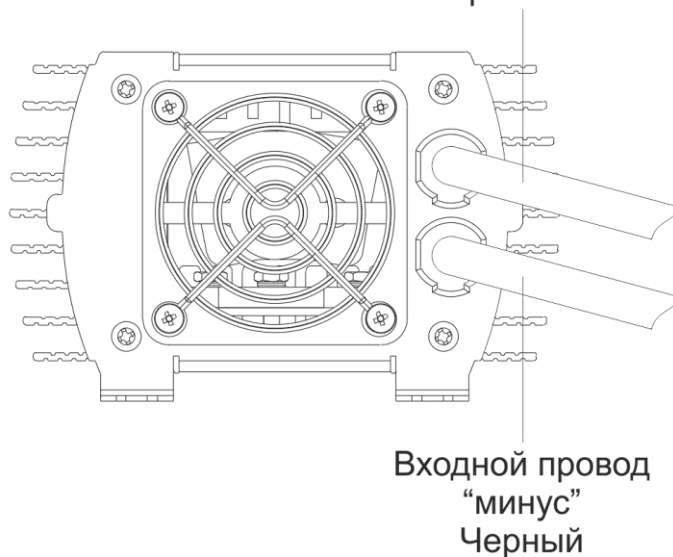

Рис.1.
4.2. На торцевых панелях инвертора расположены (см. Рис.1):